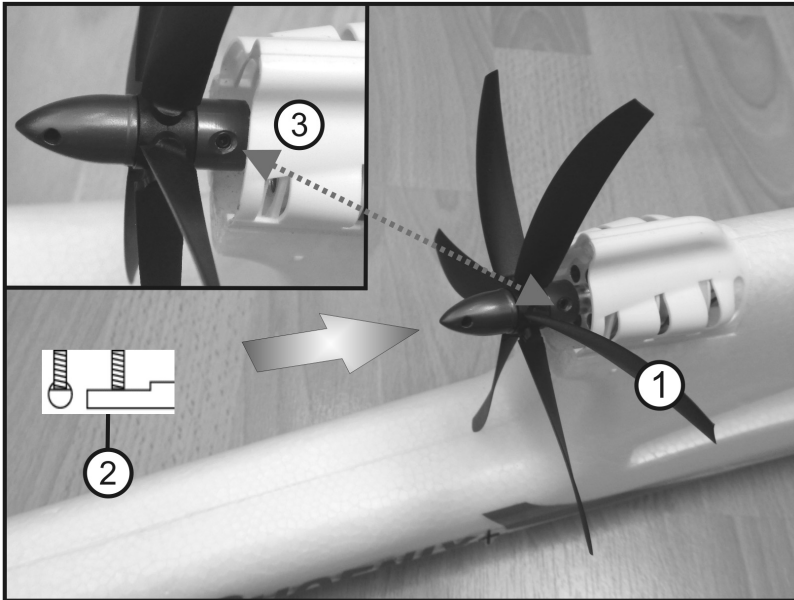

Afbeelding 5
Schuif hiervoor de meegeleverde vleugelverbinders (2) in een van de vleugels (1). De vleugelverbinder wordt later door een schroef vastgemaakt wanneer de vleugels zijn gemonteerd. Voor de montage van de vleugelverbinders moeten deze schroeven bij de eerste montage eventueel een beetje worden uitgedraaid (zie afbeelding 5).